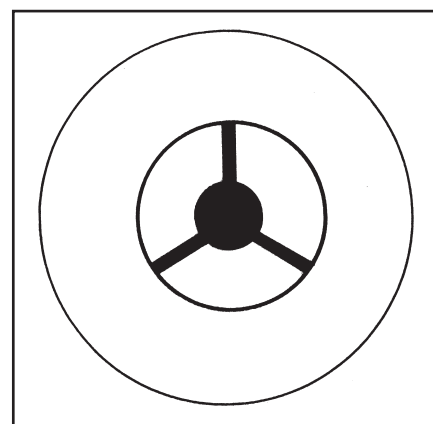

Fig. 5
- Fermare la macchina con il pulsante (20).
- Portare la leva (9) in posizione "Guida con volante" (Fig. 5).
- Disinserire il "PSC" tramite il selettore (4).
- Alzare il telaio porta elementi con il pulsante (21), dopo avere disinserito tramite il selettore (22) la valvola pressione rullo.
- Immettersi sull'altra corsia agendo sul joystick, se necessario, caricare le cassette piene e togliere i vuoti, avendo prima spento la macchina con la chiave (11).
- Abbassare il telaio porta elementi di trapianto con il pulsante (21).
- Inserire la valvola pressione rullo tramite il selettore (22).
- Stop the machine pressing the button (20).
- Take the lever (9) in "with steering wheel" position (Fig. 5).
- Disconnect the "PSC" using the selector (4).
- Lift the element holding frame using the button (21), after having disconnected the roller pressure valve with selector (22).
- Pass to the other lane by acting on the joystick, if required, load the full crates and remove the empty ones, after having switched off the machine with the key (11).
- Lower the transplanting element holding frame using the button (21).
- Introduce the roller pressure valve using the selector (22).
- Arrêter la machine avec le bouton (20).
- Mettre le levier (9) en position "Pilotage avec volant" (Fig. 5).
- Désactiver le "PSC" avec le sélecteur (4).
- Monter le châssis porte-éléments avec le bouton (21), après avoir désactivé à l'aide du sélecteur (22) la vanne de pression du rouleau.
- Se mettre sur l'autre voie en agissant sur le joystick, si nécessaire, charger les caissettes pleines et enlever les vides, après avoir éteint la machine avec la clé (11).
- Baisser le châssis porte-éléments de repiquage avec le bouton (21).
- Activer la soupape pression rouleau avec le sélecteur (22).
- Detenga la máquina con el botón (20).
- Lleve la palanca (9) a la posición "Conducción con volante" (Fig. 5).
- Desconecte el "PSC" mediante el selector (4).
- Levante el chasis porta elementos con el botón (21), luego de haber desconectado mediante el selector (22) la válvula de presión rodillo.
- Introdúzcase en el otro surco accionando la palanca de mando, si es necesario, cargue las cajas llenas y retire las vacías, prestando atención a apagar la máquina antes con la llave (11).
- Baje el chasis porta elementos de trasplante con el botón (21).
- Conecte la válvula de presión del rodillo mediante el selector (22).